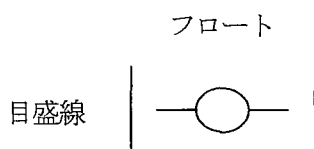

図2
①圧力調整器、チューブ等、その他の機器が確実に接続されているか確認してください。
②圧力調整器、その他の機器のすべてのバルブが閉じられていることを確認してください。
③容器開閉ハンドルを手で軽くたたき、1秒間に5度程度の割合でハンドルを回転させ、高圧圧力計の指針が上がりきるまで容器バルブを開けてください。その後、容器バルブを1回転開けてください。(プリセット式ですので押ネジ操作はできません。)プリセット圧力は、0.2MPaにセットされております。
④容器バルブを開いた後、ニードルバルブが閉じた状態の時に安全弁が作動していないことを確認してください。
⑤流量計のニードルバルブをOPEN方向に回しながら、図2の様に希望の流量(目盛)にフロート中心部を調整し、ご使用ください。